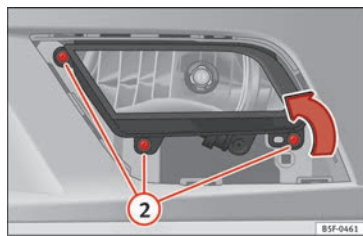

Fig. 213 Phare antibrouillard.
- Retirez les vis (3x) » fig. 213 ② pour retirer le phare antibrouillard.